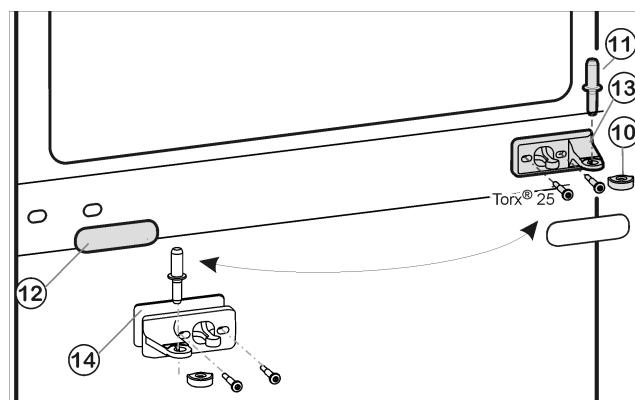
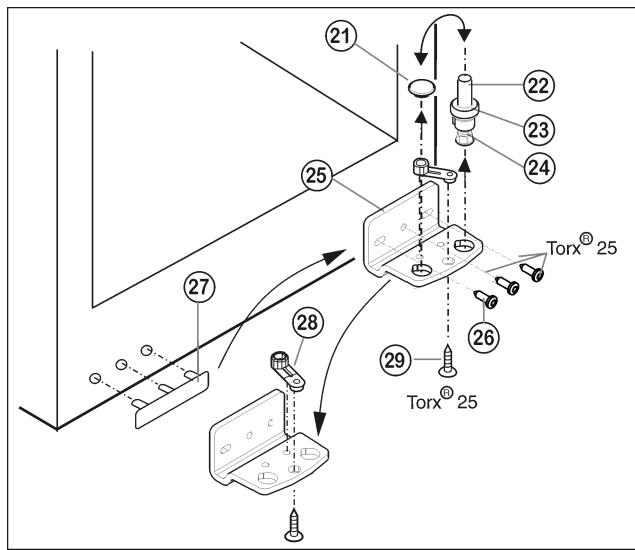

Fig. 5
Fig. 6
- Extraiga el perno de cojinete intermedio Fig. 5 (11) del soporte de cojinete y de la puerta inferior.
- Retire la tapa de plástico Fig. 5 (10).
- Desatornille el soporte de cojinete intermedio Fig. 5 (13) (2 Torx® 25).
- Extraiga con cuidado el panel de protección Fig. 5 (12).
- Atornille el soporte de cojinete intermedio Fig. 5 (13) con la base Fig. 5 (14) en el nuevo lado de la bisagra girándolo 180° (**con 4 Nm**) **para fijarlo**.
- Vuelva a encajar el panel de protección Fig. 5 (12) girándolo 180° en el nuevo lado del tirador.
- ▶ Extraiga hacia arriba el perno de cojinete Fig. 6 (22) completo, con la arandela Fig. 6 (23) y la pata de ajuste Fig. 6 (24).
- ▶ Desmonte el tapón Fig. 6 (21).
- ▶ Desatornille Fig. 6 (26) el soporte de cojinete.
- ▶ Desatornille Fig. 6 (29) la pieza de cojinete y cámbiela al orificio de alojamiento opuesto del soporte de cojinete, volviéndola a atornillar.
- ▶ Desmonte la cubierta en el lado del tirador Fig. 6 (27) con cuidado y cámbiela al lado opuesto.
- ▶ Vuelva a atornillar el soporte de cojinete Fig. 6 (25) en el nuevo lado de la bisagra (**con 4 Nm**) para fijarlo; dado el caso, utilice un destornillador de batería.
- ▶ Vuelva a colocar el tapón Fig. 6 (21) en el otro agujero.
- ▶ Vuelva a colocar el perno de cojinete Fig. 6 (22) completo, con la arandela y la pata de ajuste. Preste atención a que el saliente de retención esté orientado hacia detrás.
- ▶ Coloque la puerta inferior desde arriba sobre el perno de cojinete inferior Fig. 6 (22).
- ▶ Vuelva a colocar la tapa de plástico Fig. 5 (10) en el soporte de cojinete intermedio Fig. 5 (13).
- ▶ Inserte en la puerta inferior el perno de cojinete intermedio Fig. 5 (11) en el nuevo lado de la bisagra a través del soporte de cojinete intermedio Fig. 5 (13).
- ▶ Coloque la puerta superior sobre el perno de cojinete intermedio Fig. 5 (11).
- ▶ Dado el caso, alinee las puertas a través de los dos agujeros oblongos en el soporte de cojinete inferior Fig. 6 (25) y el soporte de cojinete intermedio Fig. 5 (13) a ras de la carcasa del aparato. Para ello, desenrosque el tornillo intermedio del soporte de cojinete inferior Fig. 6 (25).